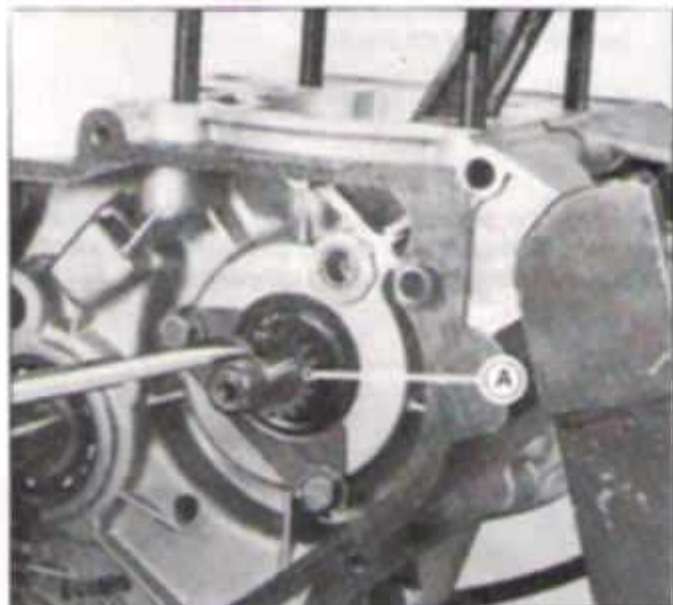

FIG. M43 - A. ENGRENAGEM COND. BOMBA DE ÓLEO
9. Introduzir no virabrequim (cárter direito) a engrenagem condutora da bomba do óleo. Figura M43.
10. Posicionar a chave no rasgo do eixo do virabrequim e a engrenagem. Figura M43/M44.